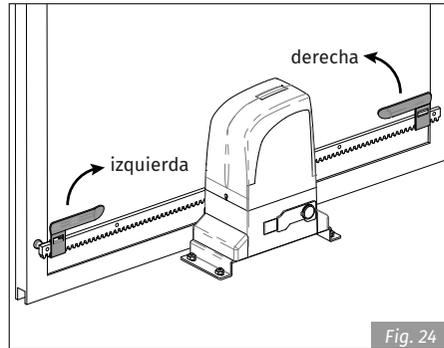

Fig. 24
- 4 • Las chapas de de fin-de-carrera deben ser instaladas como en la Fig. 24.